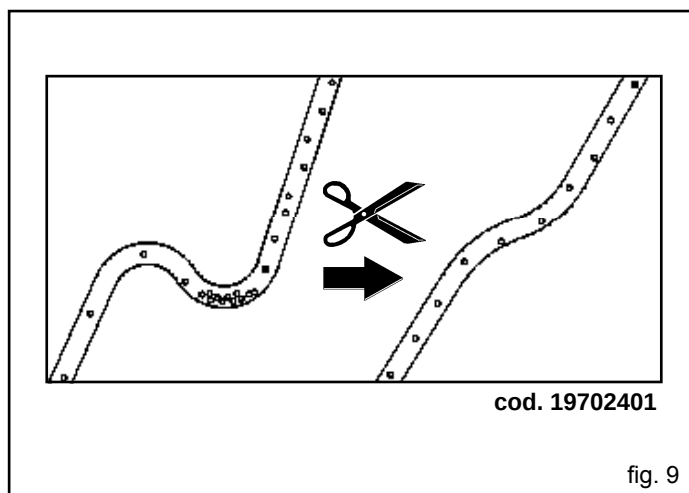

fig. 9
- 7) Verificare la lunghezza dei tubi discesa seme (con macchina completamente sollevata) per evitare la formazione di piegamenti, quindi di rotture e la formazione di anse (Fig. 9).